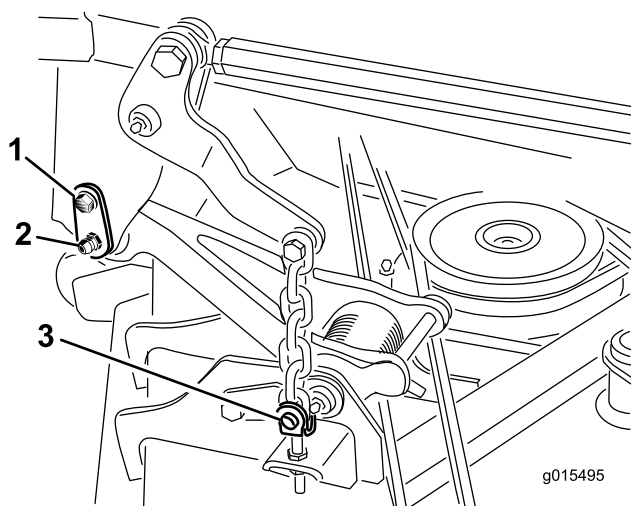

図 1
- ・ リテーナピンをキャリアフレームに接続しているショルダ付きねじを外す（図 1）。
8. デッキの昇降チェーンをカッティングデッキの調整クレビスに固定しているリングピン (4本) とクレビスピンを取り外す (図 1)。